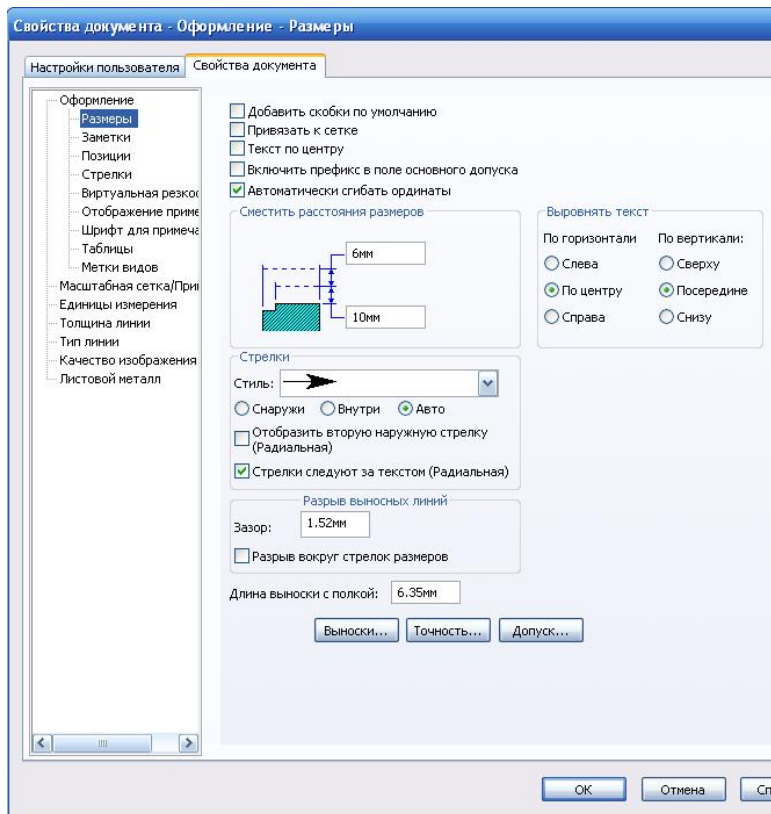

Рис. 5
- в открывшемся диалоговом окне перейдите на вкладку **Свойства документа** (рис. 5);